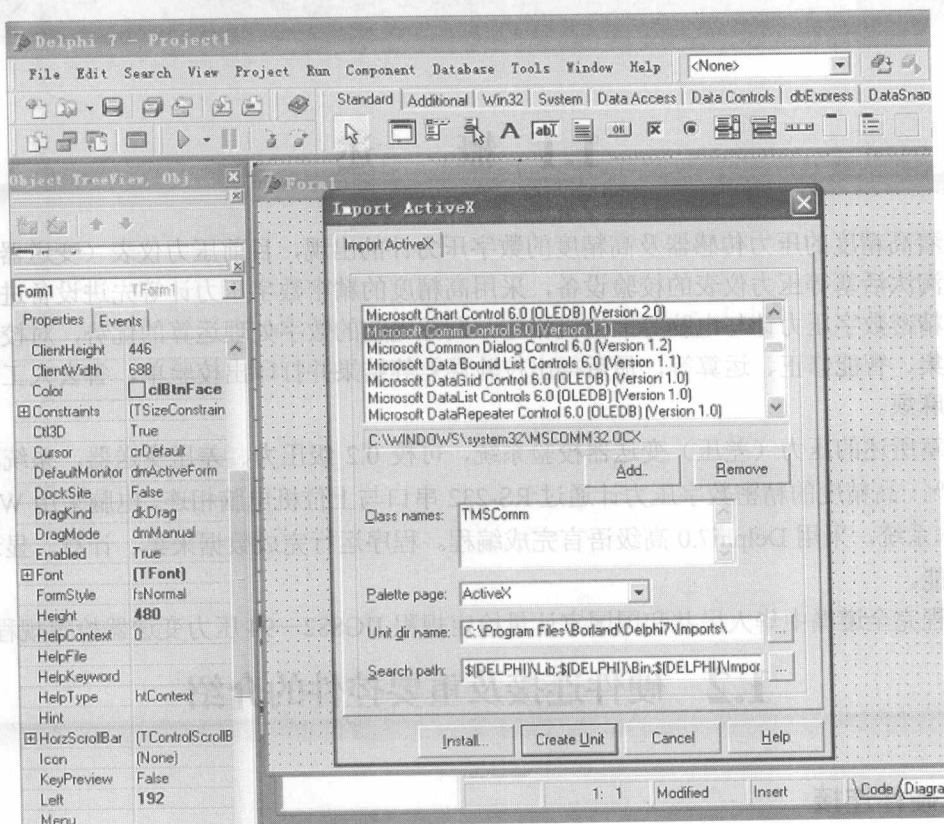
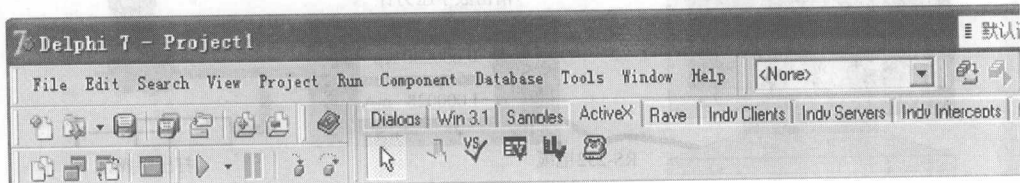

图 1.2 MSComm 串行通信控件的加入
图 1.3 MSComm 串行通信控件的加入
- ① 启动 Delphi7.0 进入编辑画面后，点击“Component”出现图 1.2 画面。
- ② 在图 1.2 画面下选“Micorsoft Comm Control 6.0[Version1.1]”。
③ 在图 1.2 画面下点击“Install”按钮，这时在工具栏“ActiveX”控件列表旁边出现电话机样小图标，如图 1.3 画面所示，MSComm 串行通信控件被加入。